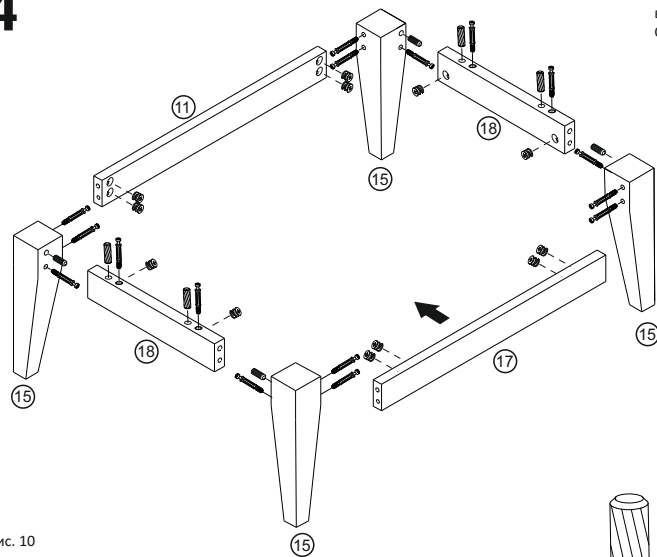

рис. 10
4. Согласно схеме (рис.10) установить шкант (№ 3) и ввинтить дюбель стяжки эксцентриковой (№ 2). Соединить детали, как показано на рисунке.